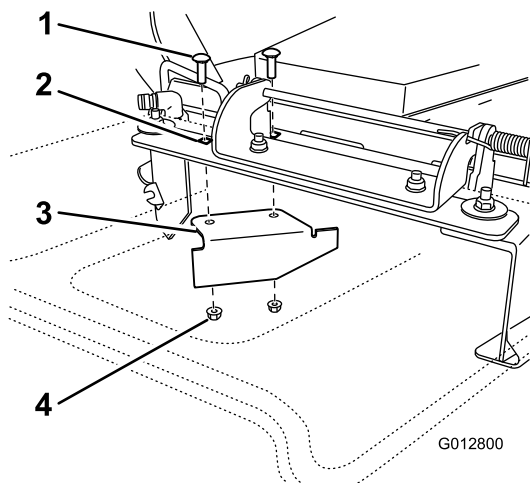

Figura 32
11. Localize o abafador de corte no saco das peças soltas. Retire as fixações nos furos posteriores da placa de descarga. Instale o abafador na abertura de descarga lateral na plataforma do cortador (**Figura 32**).